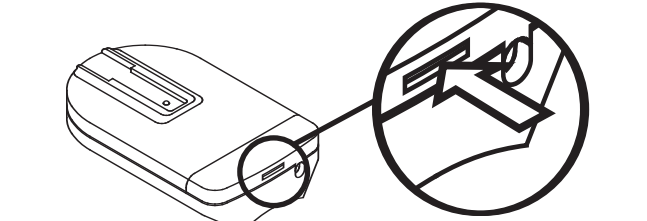

Fig. 2
- Suavemente empuje recto **ADENTRO** en la lengüeta como muestra la Fig. 2